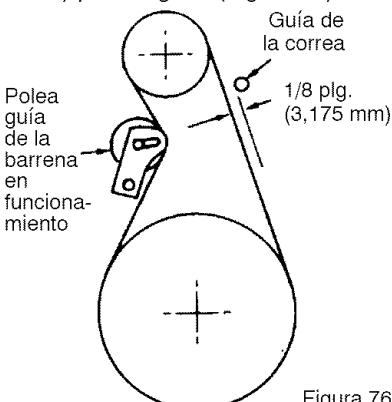

Figura 76
- Mida la distancia entre la guía de la correa y la correa. La distancia debe ser de 1/8 de pulgada (3,175 mm) para la guía. (Figura 76).